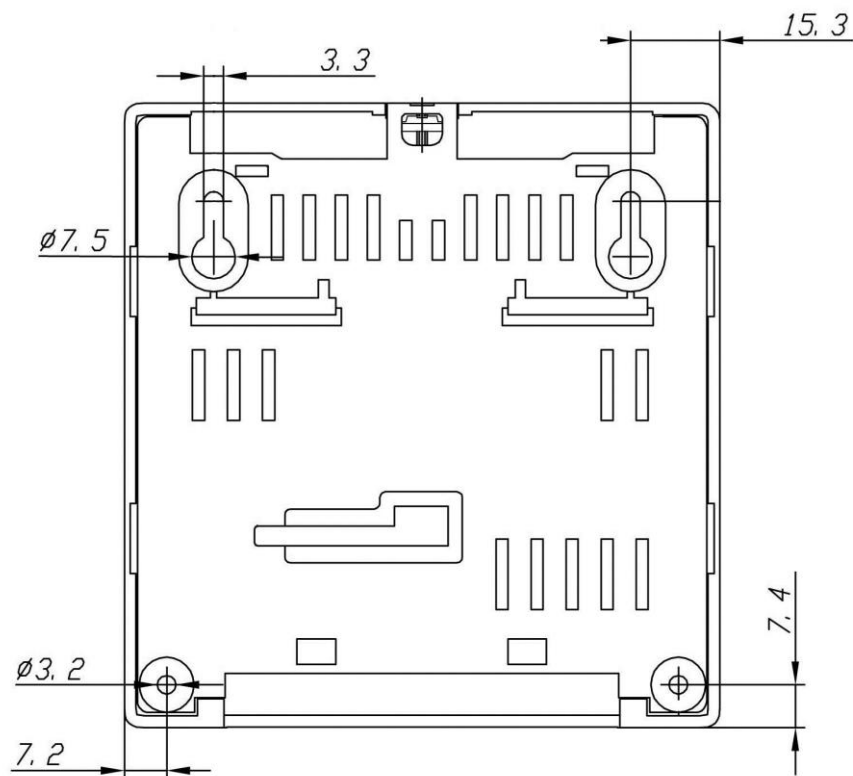

Рисунок 2
4.3.2.2 Установка БЗС на DIN-рейку производится при помощи специального крепления ω-типа (Омега), расположенного на основании корпуса (см. рис.2).